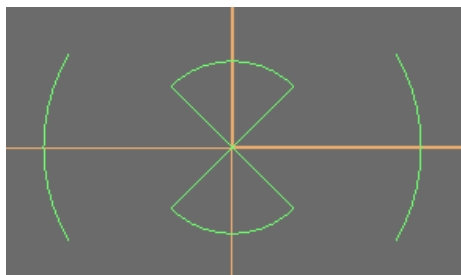
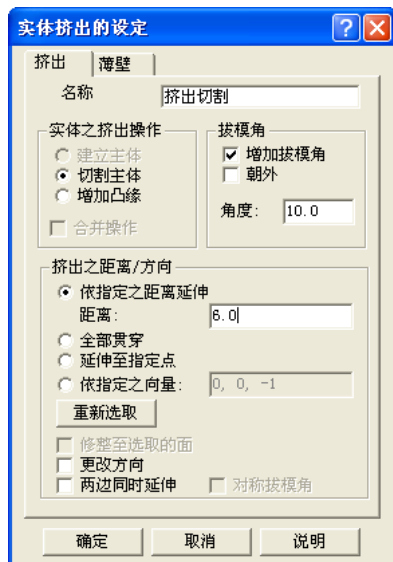

图 7-37 步骤 1)、2) 模型
图 7-41 步骤 11) 的实体挤出设定
1) 设定第1层为作图层, 取层名: line1; 设定作图深度: Z0, 以原点为圆心, 作圆 $\phi 30$ ; 单击“绘图”“直线”“极坐标线”, 选择“原点”为起始位置, 分别输入角度:  $45^\circ$ 、 $135^\circ$ 、 $225^\circ$ 、 $315^\circ$ , 输入线长: 20, 修剪各处, 完成图形如图 7-37 所示。
2) 同理, 以原点为圆心, 作圆 $\phi 65$ ; 单击“绘图”“直线”“极坐标线”, 选择“原点”为起始位置, 分别输入角度:  $30^\circ$ 、 $150^\circ$ 、 $210^\circ$ 、 $330^\circ$ , 输入线长: 40, 修剪各处, 完成两侧 R32.5 的圆弧, 如图 7-37 所示。
11) 单击 “实体” “挤出”, 以 “单体” 方式选择图 7-37 扇形两处, 在 “实体挤出设定” 对话框, 点选 “切割主体”, 勾选 “增加拔模角”, 设定角度: 10.0, 距离: 6.0, 如图 7-41 所示。